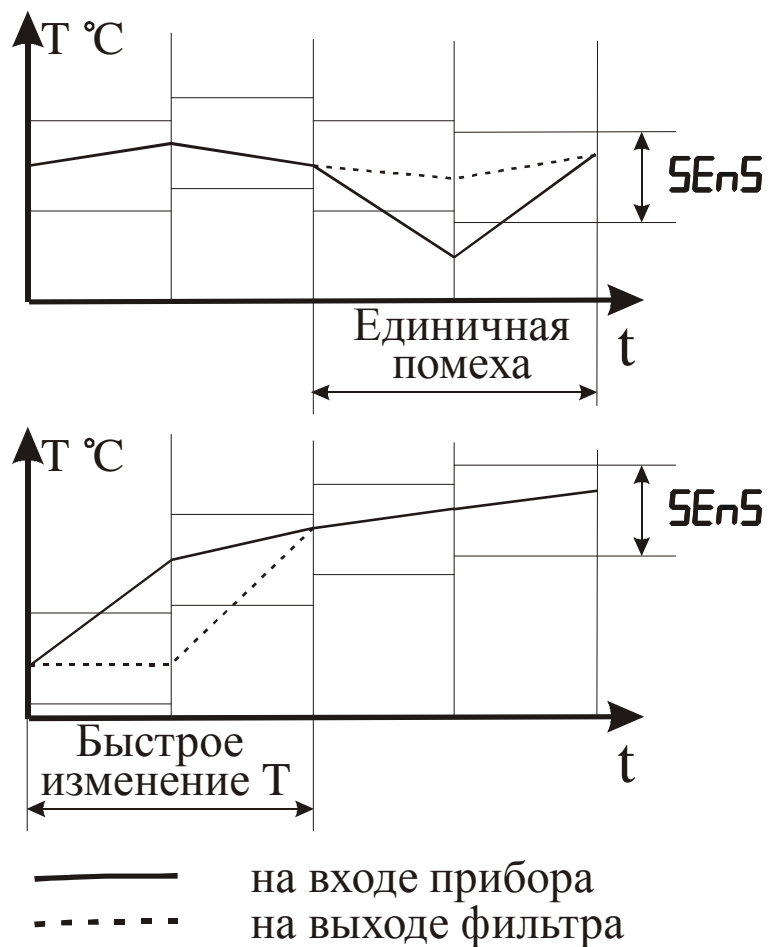

Рисунок 3.8 – Работа фильтра при воздействии случайной помехи и быстром изменении сигнала
3.3.2.7 С целью уменьшения влияния случайных импульсных помех на показания в прибор введена цифровая фильтрация. Работа фильтра описывается параметром “Полоса фильтра”. Если текущее значение температуры отличается от результатов предыдущего измерения на значение, которое превышает указанное в параметре “Полоса фильтра”, то проводится повторное измерение температуры, а на индикаторе остается старое значение (см. рисунок 3.8). О повторном измерении свидетельствует мигание светодиодного индикатора “К1” зеленого свечения.